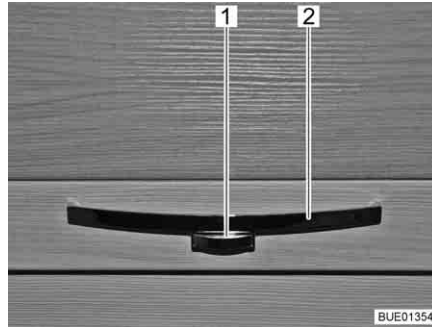

Fig. 69 Abattant de placard avec poignée (exemple)
- Appuyer sur le bouton de déverrouillage (Fig. 69,1) de la poignée (Fig. 69,2) et le maintenir enfoncé.